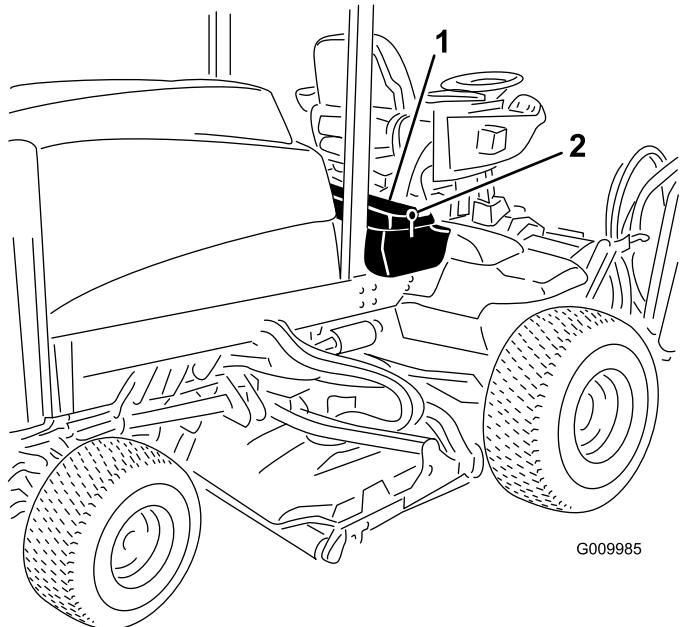
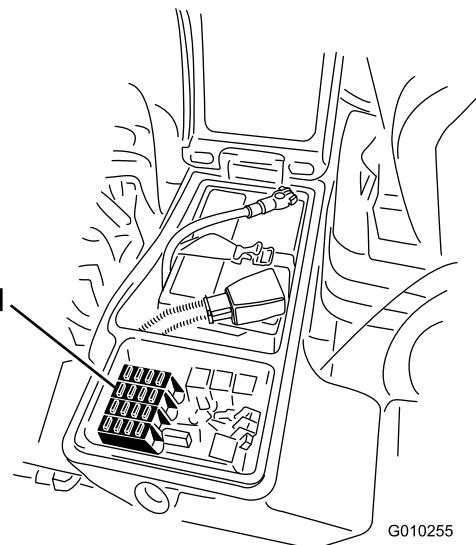

Figura 55
Figura 56
1. Desaperte o trinco da cobertura da caixa de armazenamento direita e levante a cobertura (Figura 55) para expor o bloco de fusíveis (Figura 56).
2. Substitua o(s) fusível(is) aberto(s) conforme necessário (Figura 56).
3. Feche a cobertura da caixa de armazenamento direita e prenda a cobertura com o trinco (Figura 55).